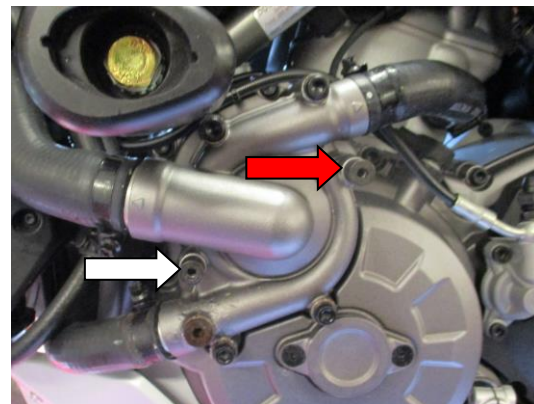

Abbildung 2
- Entfernen Sie die zwei Schrauben für das Motorgehäuse, die in Abbildung 2 gekennzeichnet sind, mit einem Inbusschlüssel.
- Montieren Sie die kürzere M6 Schraube (35mm) vom Kit an der Position, die in Abbildung 2 mit dem roten Pfeil gekennzeichneten ist. Diese Schraube mit einem Drehmomentschlüssel befestigen, die auf 10Nm (7 Lb ft) eingestellt ist.